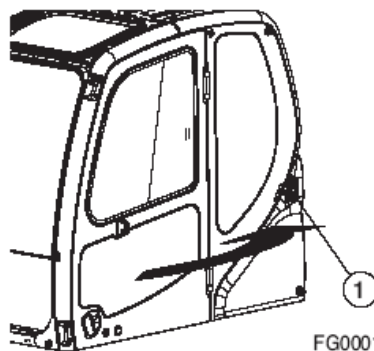

Рис. 139
1. Дверная защелка (1, рис. 139) используется для крепления открытой двери к стенке кабины.